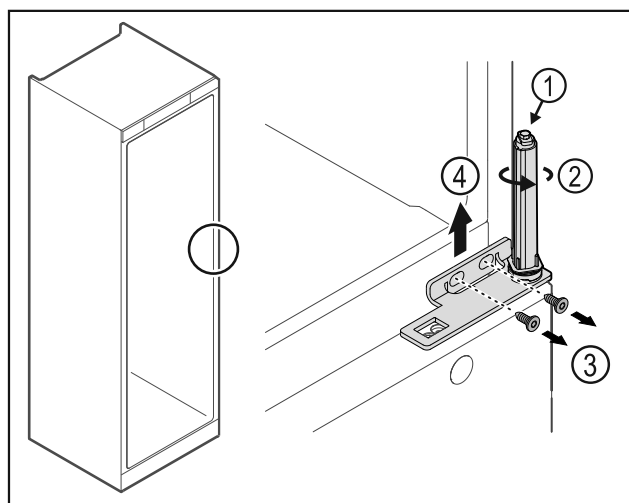

Fig. 32
- ▶ Не разглобявайте затварящата система на вратата Fig. 32 (1).
- ▶ Въртете затварящата система Fig. 32 (2), докато тя щракне.
- ▶ Разхлабете винтовете Fig. 32 (3), свалете ъгъла на пантата нагоре Fig. 32 (4).